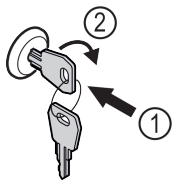

Fig. 144 Voorbeeld
- Sleutel erin duwen Fig. 144 (1).
- Sleutel 90° rechtsom draaien Fig. 144 (2).